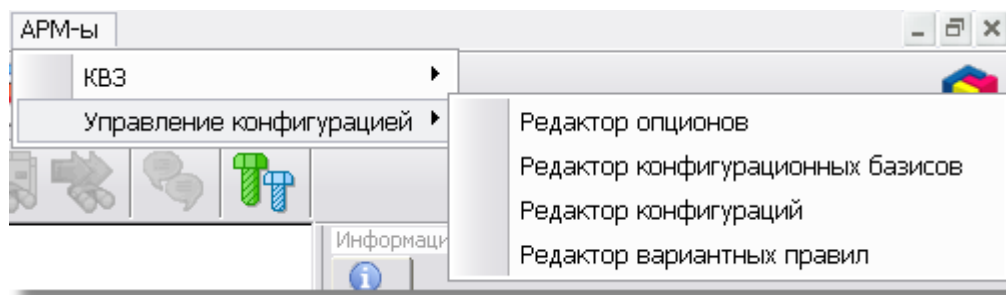

Рис. 8
5. В меню **АРМ-ы** выберите пункт **Управление конфигурацией** (Рис. 8).